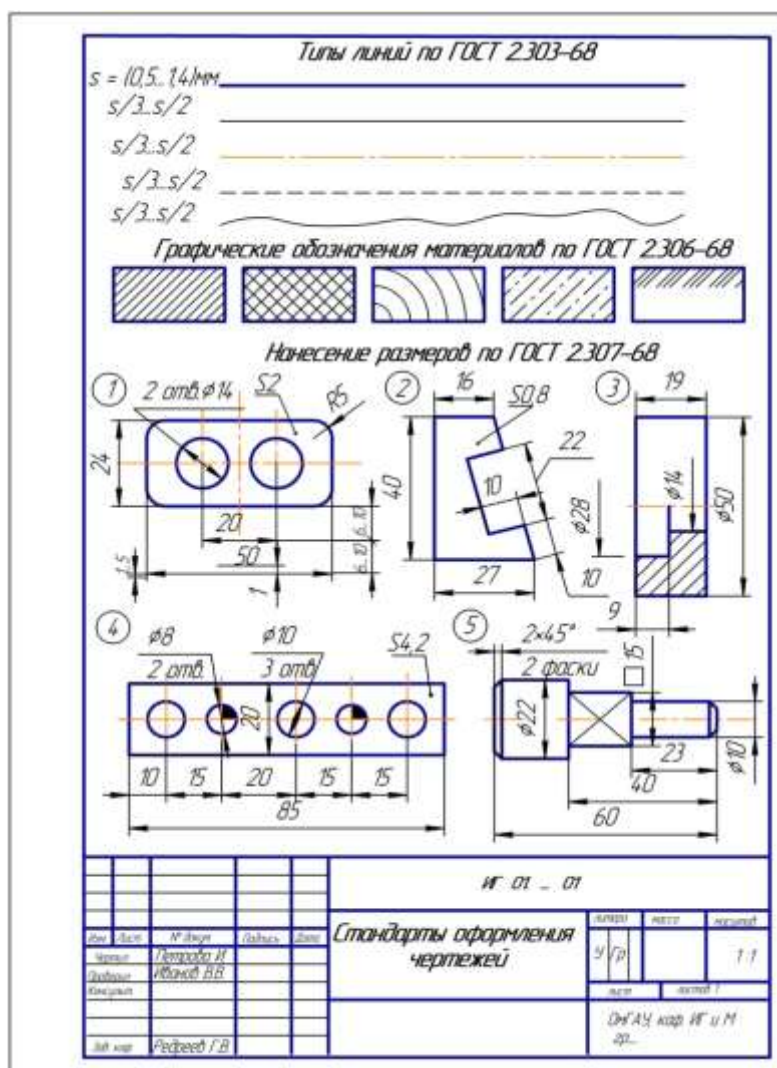

Рис.1 – Пример работы ГР 01
**Содержание:** На листе формата А4 вычертить типы линий, примеры графических обозначений материала и нанесения размеров (см. рис.1). В основной надписи написать свою фамилию, фамилию преподавателя, заведующего кафедрой, номер группы и номер работы: ИГ 01. XX. 01, где XX – ваш номер по списку; для студентов заочников – номер по двум последним цифрам номера зачетной книжки.